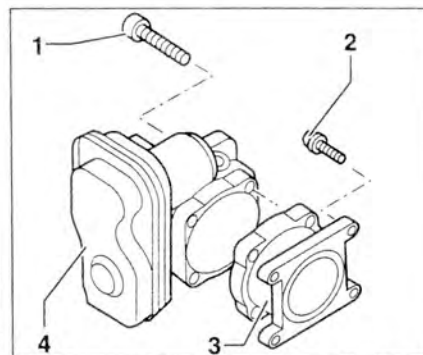

Рис. 2.36. Открутите болты 1 крепления корпуса дроссельной заслонки 4 и снимите его.
4. Открутите болты 1 крепления корпуса дроссельной заслонки 4 и снимите его (рис. 2.36). Открутите болты 2 и снимите промежуточный фланец 3.